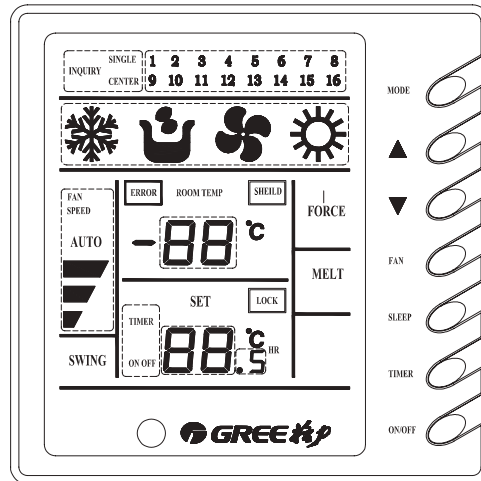

Рис. 7.3
7.4.3 Проводной групповой пульт управления ZJA011 (рис. 7.3).